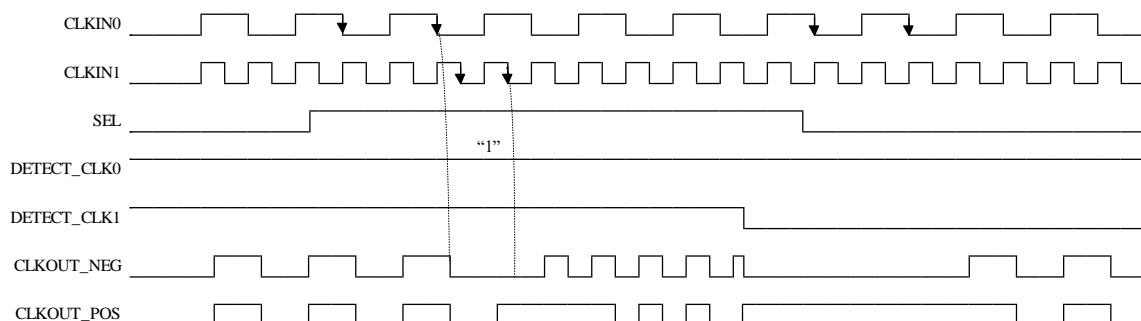

图 2-12 GTP_CLKBUFGMUX_E2 端口时序图二
- 如果开始设置两路输入时钟沿都检测，中途改变只使用其中一路检测，在 DETECT_CLK0 和 DETECT_CLK0=1 从 1 跳变到 0 是也可能出现毛刺，参考图 2-12。